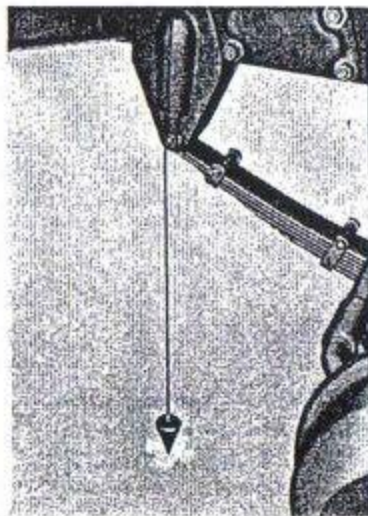

Bild 140. Överföring av mätpunkter.
2. Häng ett spetsigt lod över centrum på en av fjäderbultarna enligt bild 140. Gör ett kraftigt märke med krita på golvet och rita ett kryss med blyerts eller ritspets i detta märke, mitt under lodets spets. Upprepa detta vid de övriga fjäderbultarna. Flytta undan bilen.